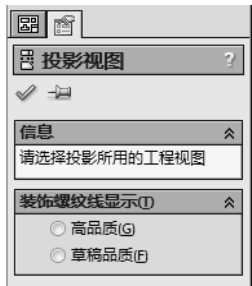

图 8-31 投影视图操控板
- (2) 单击工程图工具栏上的【投影视图】按钮，投影视图操控板出现，如图 8-31 所示。